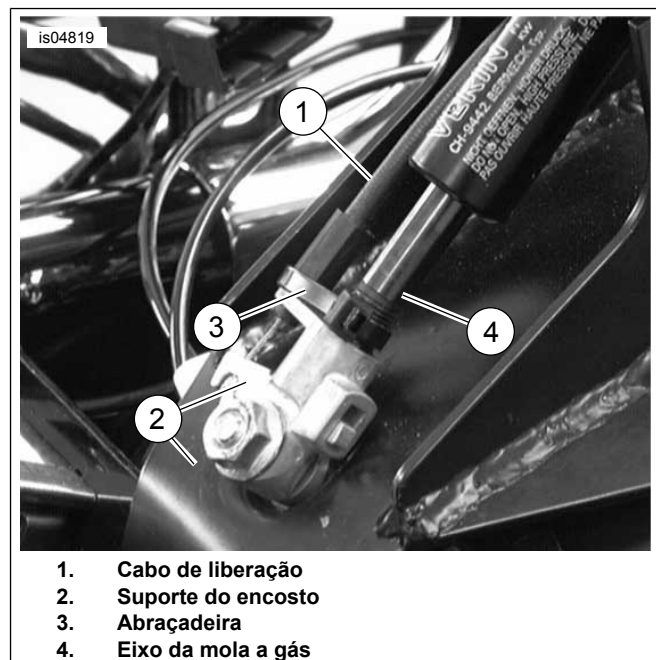

Figura 11. Prenda o cabo ao suporte do encosto
19. Veja Figura 11 . Conecte o cabo de liberação (1) ao suporte de montagem do encosto (2) como indicado.
20. Cuidadosamente, prenda o cabo ao eixo da mola a gás (4) com a abraçadeira fornecida (3). Não aperte demais a abraçadeira.